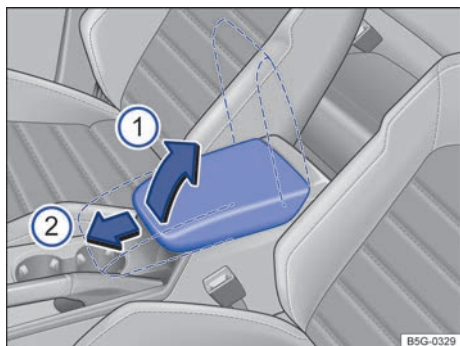

Fig. 55 Reposabrazos central delantero.
Para *subir* el reposabrazos, pulse el botón de desbloqueo situado en la parte delantera del reposabrazos y tire de este hacia arriba en el sentido de la flecha ⇒ fig. 55 ① encastre por encastre.